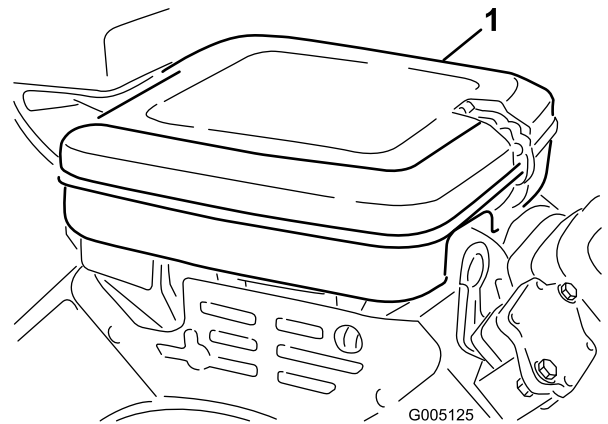

図 47
1. ロック用クリップを取り、エアクリーナ・カバー（図 47）を外す。カバーを丁寧に清掃する。